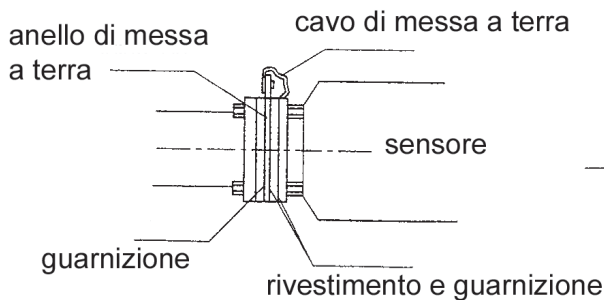

Figura 18. Messa a terra di un tubo non conduttivo
- b) Per i tubi non conduttivi, dovranno essere installati gli anelli di messa a terra tra entrambe le flange tra sensore e tubazione esterna. Vedere figura 18.